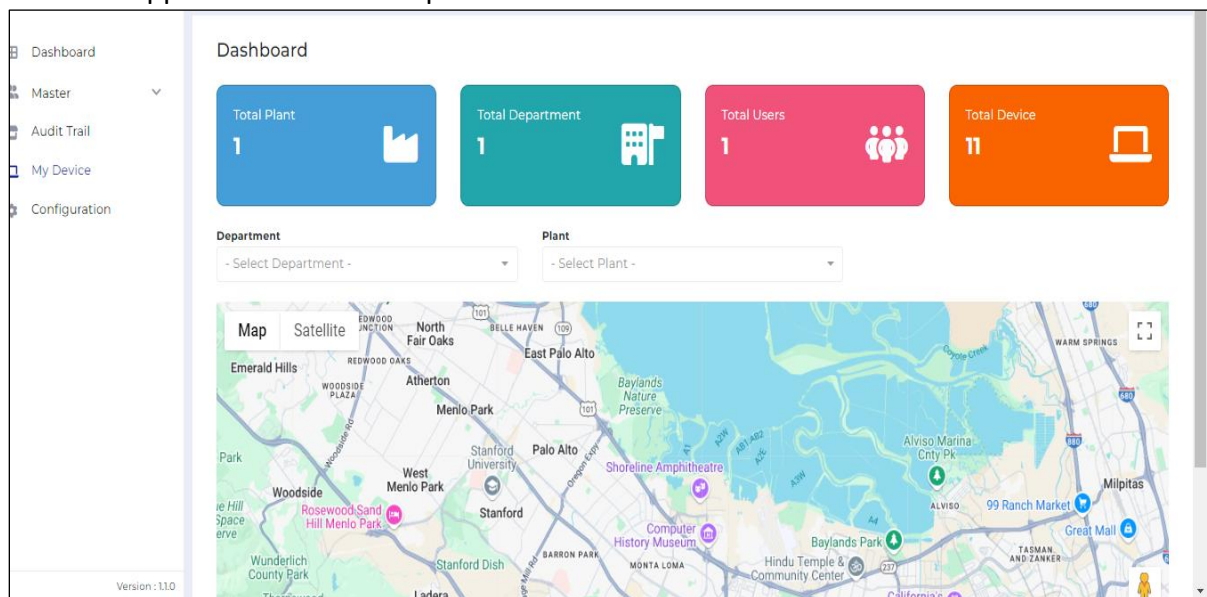

Figure 37 Tableau de bord de l'application EMS Cloud
- Après la connexion, le tableau de bord apparaîtra comme le montre la figure 37, où l'utilisateur peut voir les statistiques concernant les usines, le service, les utilisateurs et les appareils de leur entreprise.